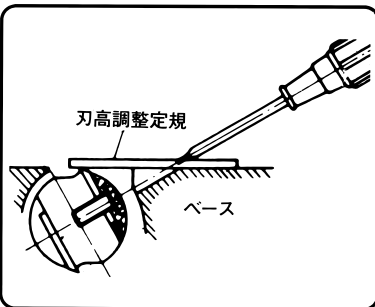

図 24
- (5) 刃高調整定規をベースに押し付けて刃先に当て、図24のようにドライバーで外側のボルト(2本)を仮り締めします。
- (6) 取りはずしのとくと逆の手順で中央の2本のボルトを取付け、最後に全部のボルトを付属のボックススパナ(10mm)で十分に締め付けます。